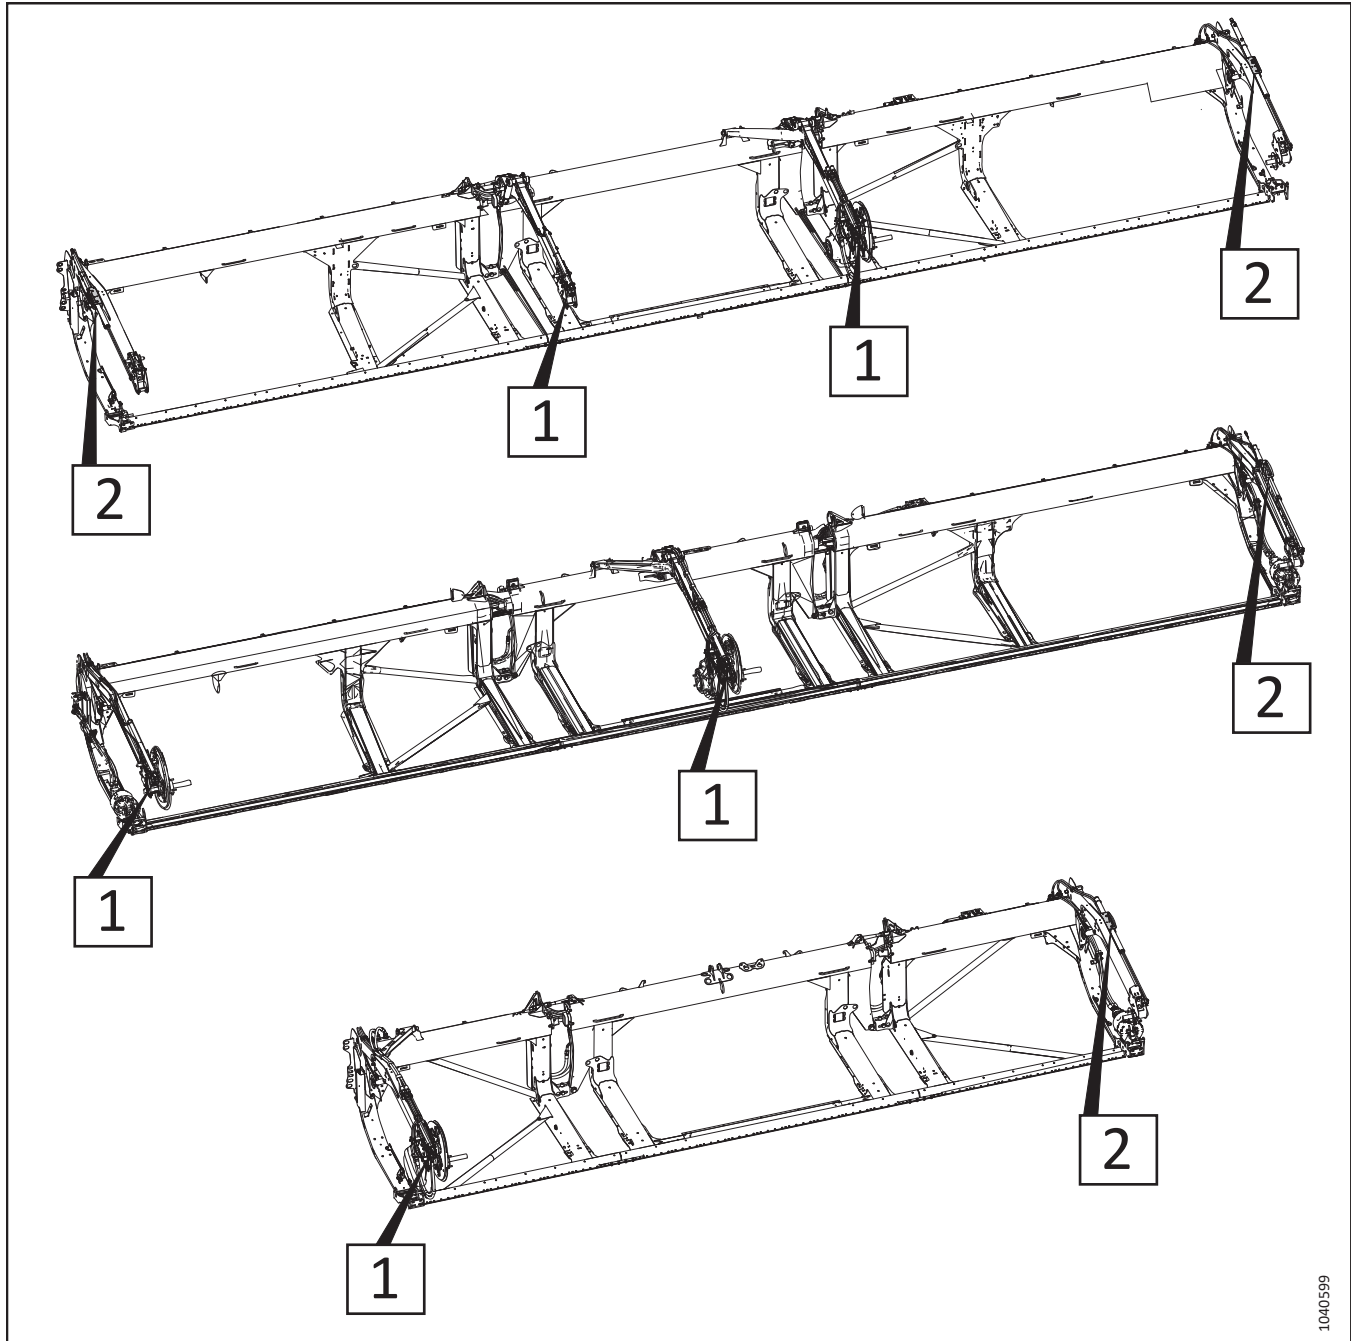

Figura 3.211: Cilindri longitudinali regolabili – Numeri di riferimento della procedura
5. Per determinare le procedure di regolazione dei cilindri longitudinali per il proprio tipo di testata, vedere la Figura 3.211, pagina 191. Il numero sulla figura si riferisce a una delle seguenti procedure: